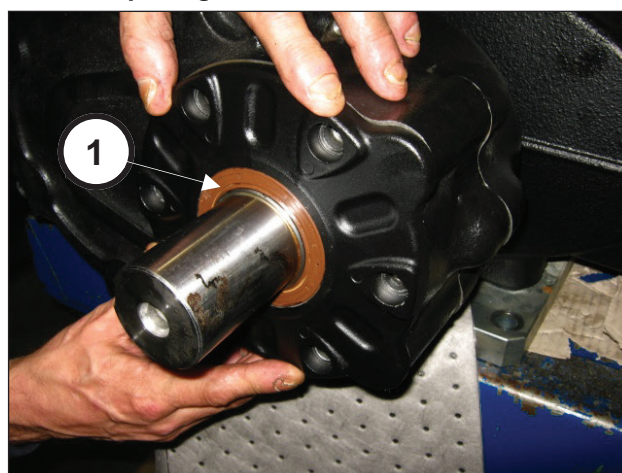

Fig. 94
Pour éviter d'endommager le joint SPI, l'emmancher précautionneusement sur le pignon (rep. ①, Fig. 94)